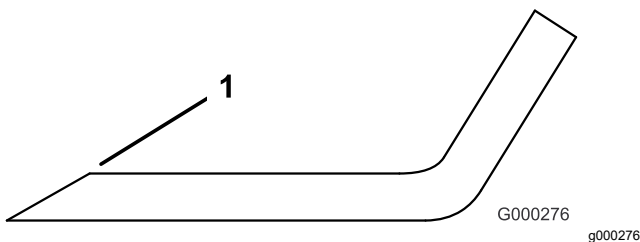

Figure 26
- Examinez les tranchants de toutes les lames et aiguissez-les s'ils sont émoussés ou ébréchés (Figure 26).
Remarque: N'aiguissez que le haut du tranchant et conservez l'angle de coupe d'origine pour obtenir une coupe nette (Figure 26). Limez la même quantité de métal sur chacun des deux tranchants pour ne pas déséquilibrer la lame.